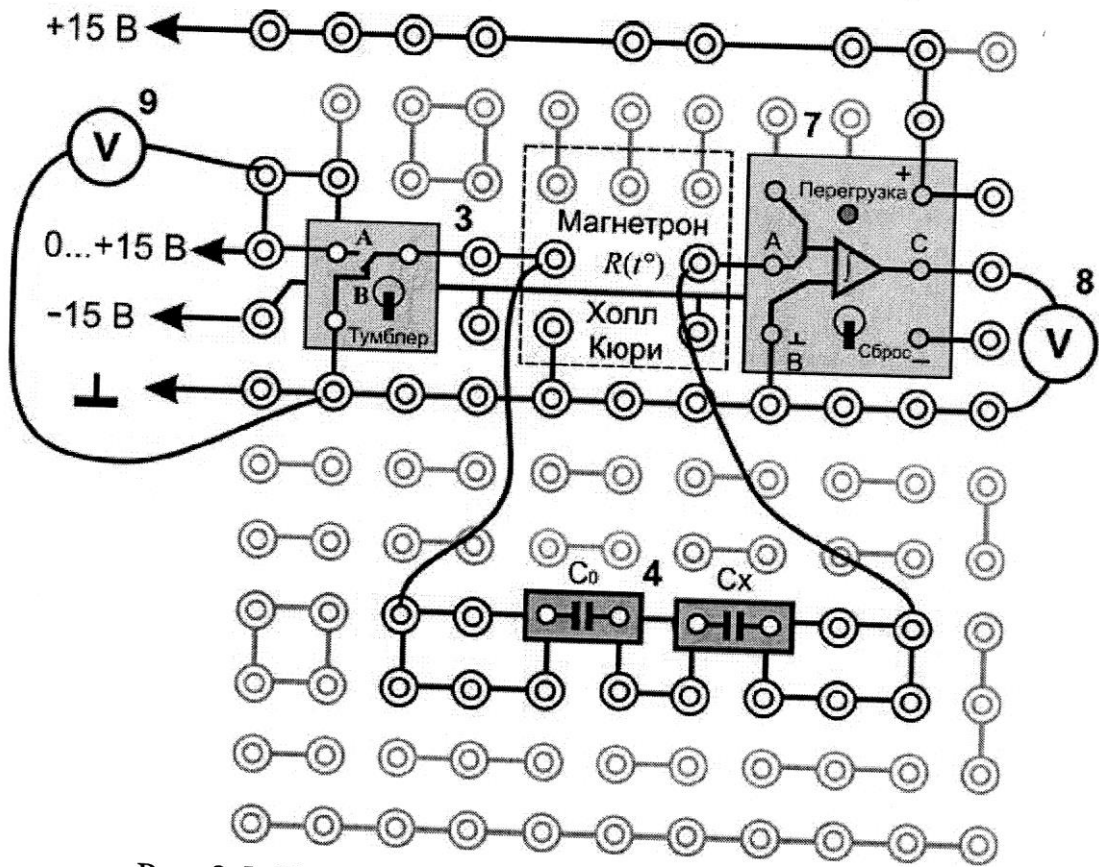

Рис. 2.5. Последовательное соединение конденсаторов
13. Соединить конденсаторы C_0 и C_x *последовательно* (рис. 2.5). Следуя пунктам 5 и 6, подобрать для батареи оптимальное напряжение зарядки $U_{\text{посл}}$.